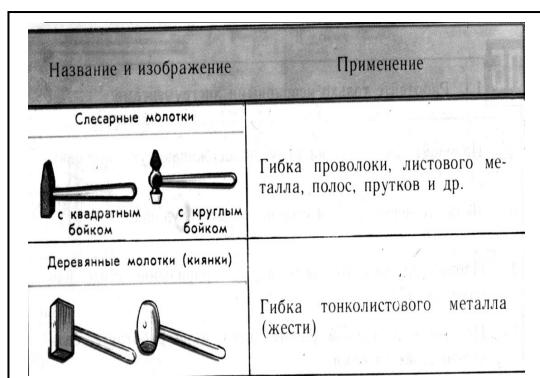

Рис.1
1. Изучить, что такое гибка тонколистового металла? Инструмент, применяемый для гибки тонколистового металла (рис. 1).
1. Изучите. Что такое гибка тонколистового металла? Инструмент, применяемый для гибки тонколистового металла (рис. 1).